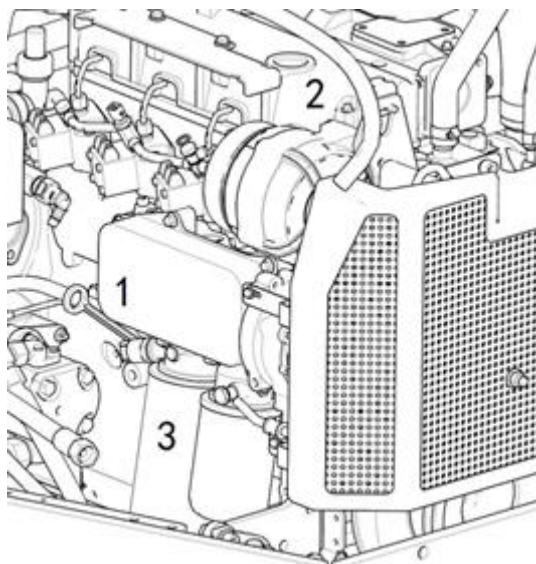

Рис. 3-25 Смазка двигателя
3. Замена моторного масла и масляного фильтра двигателя (Рис. 3-25)